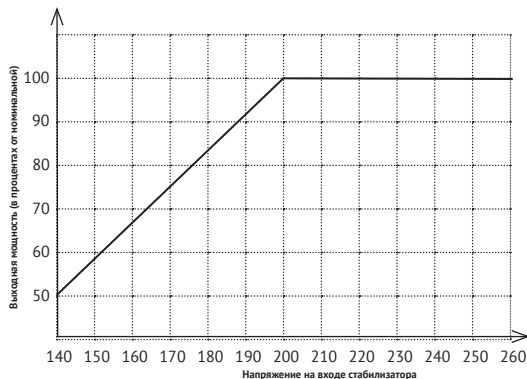

рис. 5
* Расчёт мощности произведён для работы стабилизатора при входном напряжении более 200 В. Если напряжение ниже 200 В, необходимо учитывать поправку согласно рис.5.
3.3.4 При выборе стабилизатора необходимо учитывать зависимость его мощности от величины входного напряжения. При снижении входного напряжения ниже 190 В, мощность стабилизатора уменьшается, как показано на рис.5.